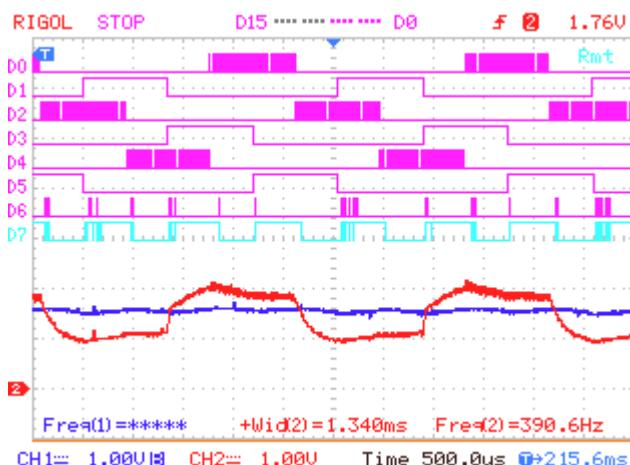

Рисунок 18.3. Осциллограмма полученная в режиме разгона двигателя (Run=True)
13. Как только переключение компаратора будут происходить четко, как на рис.18.3 нажмите одновременно две любые кнопке (кроме SEL). Тем самым включится режим работы по обратной ЭДС. (RunRun=TRUE). Далее электродвигатель разгонится и картинка на осциллографе примет вид Рис 18.4.